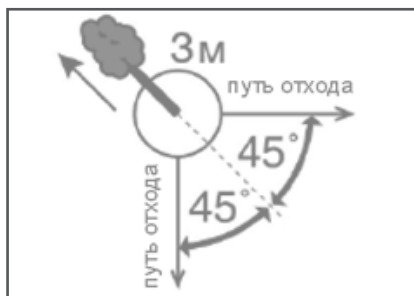

Рис. 14 Определение путей отхода
- Определите направления падения дерева. Для этого следует учесть силу и направление ветра, естественный наклон дерева, равномерность распределения веток в кроне дерева. Начните пилить с той стороны дерева, куда оно должно упасть (Рис. 14).
- Обязательно определите путь отхода. Путь отхода (Рис. 14) должен быть направлен по диагонали в сторону, противоположную направлению падения, под углом 45 градусов, и вы должны отойти минимум на 3 метра от ствола, на тот случай, если во время падения комель дерева отскочит в сторону.